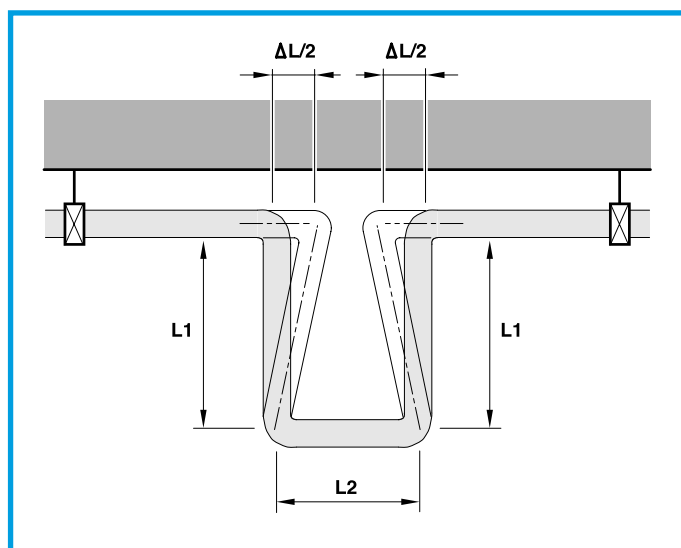

Figura 6 - Instalação livre
■ Quando em contrapartida empregamos colares corrediços (ou as fixações são de insuficiente qualidade) devemos prever a utilização de um compensador de dilatação em U fixo ao centro da tubagem (Figura 6).